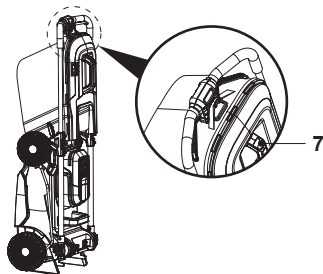

Fig. 25
8. Recomenda-se que guarde o corta-relva com o recipiente de recolha de relva (7) fixo ao corta-relva e o encaixe do triturador (23) instalado no corta-relva (Fig. 25).